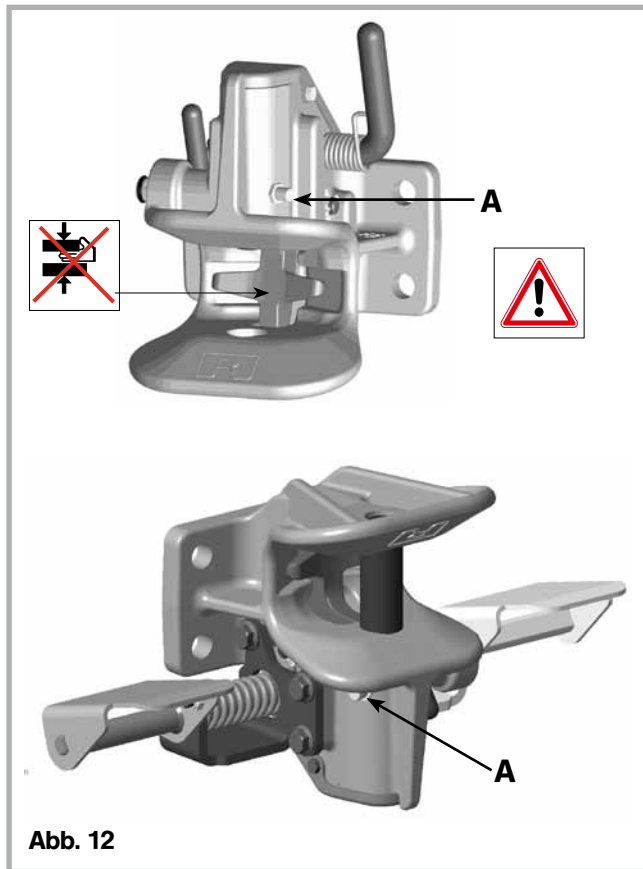

Abb. 12
- Bei schweren Einsatzbedingungen, starker Schmutz- und Wassereinwirkung **die Automatikfunktion bei geöffneter Kupplung** am Schmiernippel (**A**) nachfetten (s. Abb. 12):